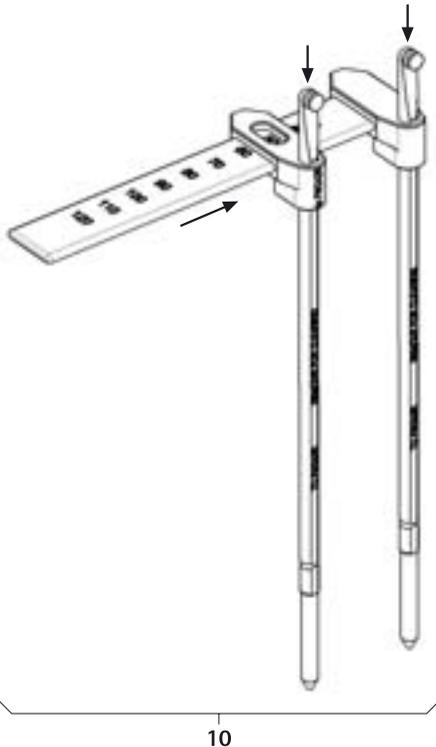

Abb. 10
- Stablängen-Messinstrument **10** montieren, siehe Abb. 10.